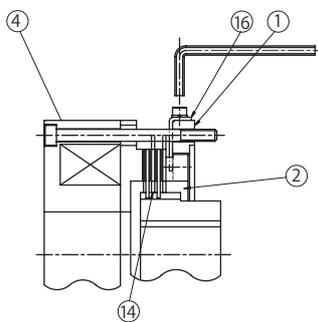

図 8-39
- (1) P92 の手順でブレーキを手動解放します。
- (2) センターリング①外周上にあるストッパー⑯をゆるめ、抜き取ります。ギャップ調整ネジ②がフリーになります。(図 8-39 参照)